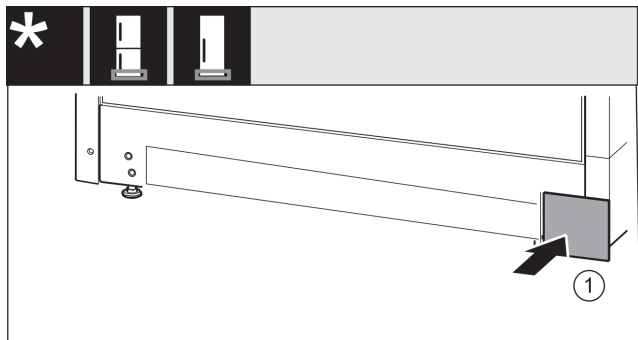

Fig. 27
- Sätt tillbaka skyddet på andra sidan. Fig. 27 (1)